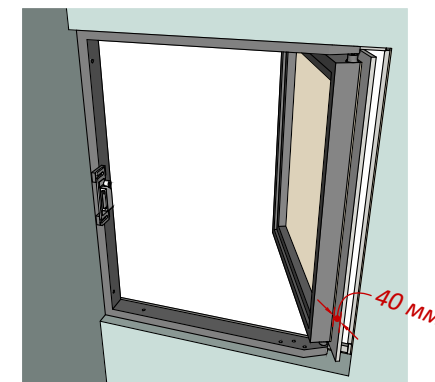
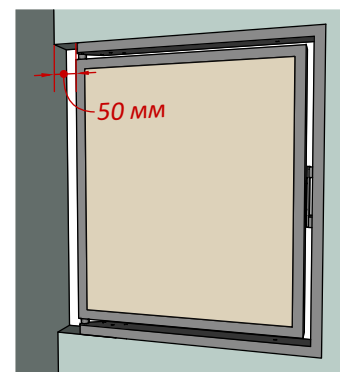

Рис. 3
Рис. 4
1) Плитка на створке люка со стороны петель должна выступать на 40 мм (Рис.2) и при открывании люка эти 40 мм будут входить в проём (Рис.3) на 70 мм от лицевой плоскости люка без клея и плитки. Сам проём расширяем со стороны петель на 50 мм (Рис.4). Эти 50 мм покрывают: